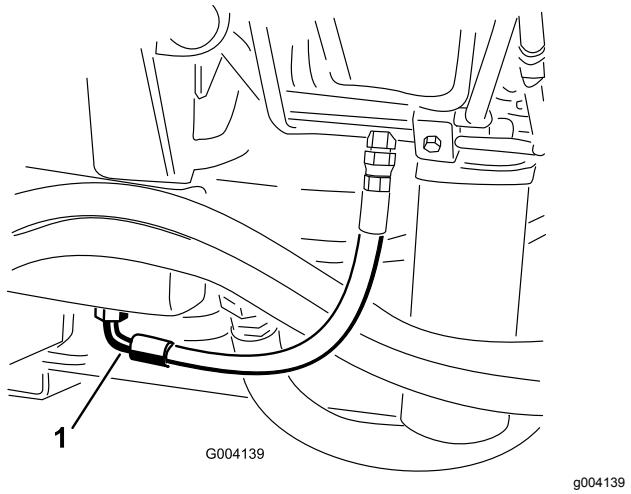

Figura 67
3. Collocate una bacinella di grandi dimensioni sotto il raccordo previsto sulla base del serbatoio del fluido idraulico (Figura 67).